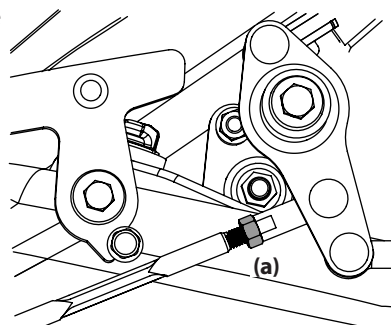

Figura 28
4. Afloje la contratuerca (a) y coloque la transmisión en cero. Consulte la Figura 28. Realice esta acción a ambos lados de la cortadora.